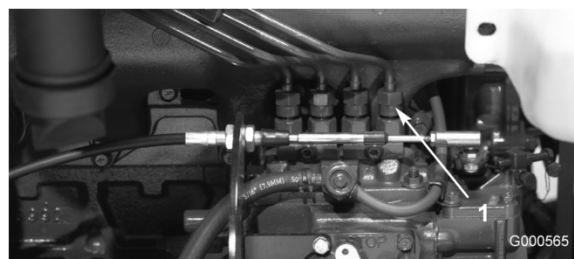

Figura 37
1. Liberte a tubagem que se encontra ligada ao injector nº 1 e à estrutura de suporte da bomba de injeção (Figura 37).